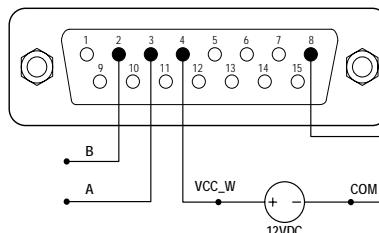

Abbildung 20. RS485 MODBUS-Verkabelung
- 1) Wenn die Stromversorgung ausgeschaltet ist, verdrahten Sie den DB15-Stecker wie in *Abbildung 20*. Verbinden ihn mit dem DB15-Anschluss auf der Rückseite der Pumpe. Um elektrische Störungen zu vermeiden, wird eine externe Gleichstromquelle empfohlen.